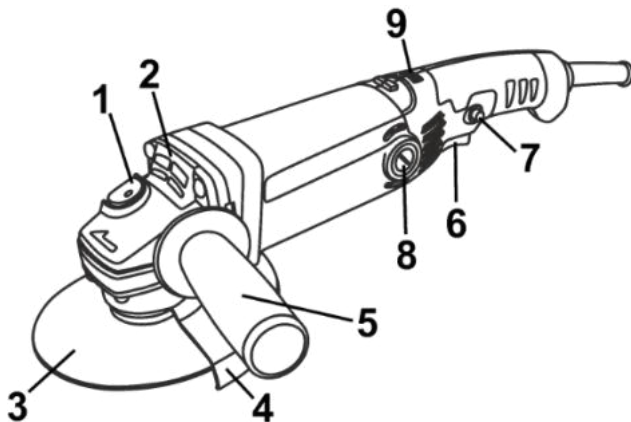

Рисунок 1
2.2.1 Конструкція виробу складається з одноступеневого редуктора з конічними шестернями в металевому корпусі (2), який приєднаний до пластикового несучого корпусу з колекторним двигуном змінного 1-фазного струму, перемикачем (6), мережевим шнуром живлення згідно з рис.1. Вихідний вал редуктора розташований перпендикулярно осі двигуна і є робочим шпинделем для приєднання змінних насадок (абразивних дисків) (3) з фіксацією затискною гайкою, або накрученими на шпindel. На металевому корпусі (2) хомутівим з'єднанням закріплені захисний кожух (4) з можливістю фіксованого позионування по колу. Для фіксації шпинделя під час зміни дисків (3) в корпусі редуктора (2) передбачений кнопковий фіксатор (1). Електрична частина виробу складається з колекторного однофазного електродвигуна змінного струму, вимикача електроструму, регулятора швидкості, з'єднувальних проводів і мережевого шнура. Захист від ураження електричним струмом користувача у виробу відповідає класу II за ДСТУ EN 61140:2015.